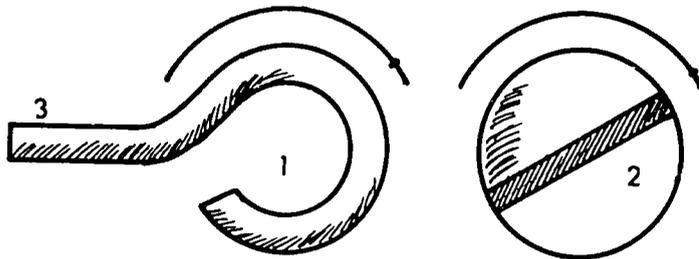

Fig. No. 1
- b. Al fijar el ojal del alambre, la punta debe quedar en la dirección en que se enrosca el tornillo (figura No. 1).